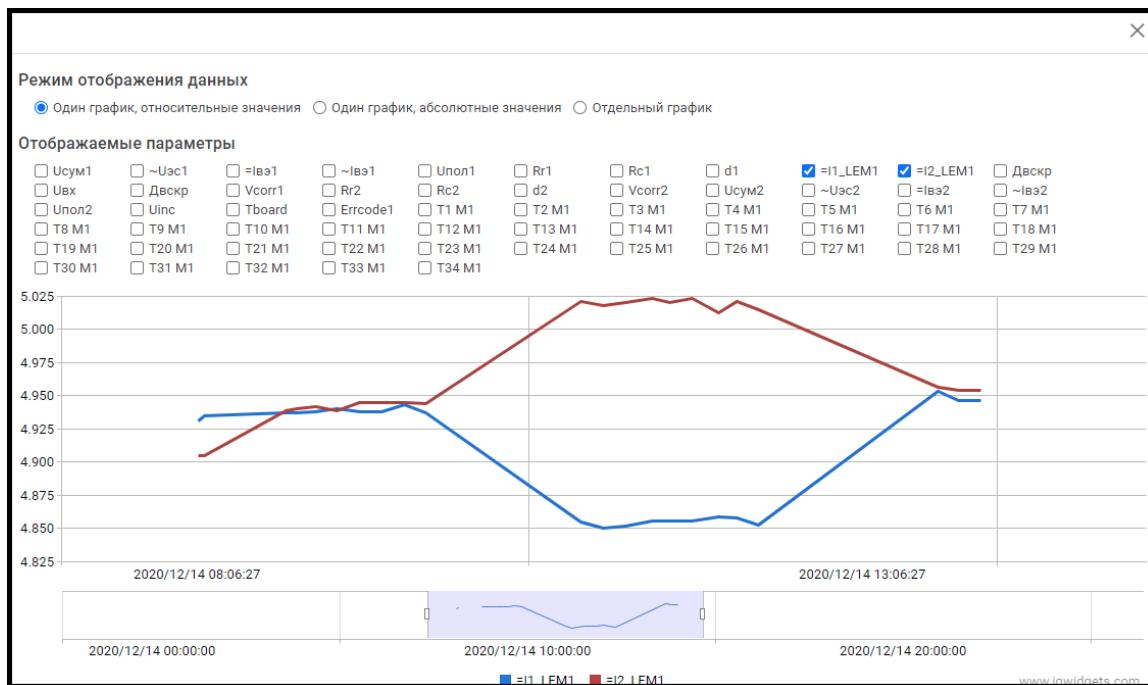

Рисунок 34 – Вид графика в режиме «Один график, относительные значения
- a) Режим «Один график, относительные значения» отображает все выбранные параметры на одном графике, используя единую шкалу величин (рисунок 34).